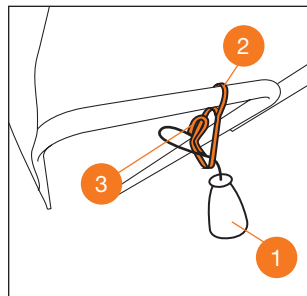

Рис. 15
Закрепите шнур ① удлинителя на креплениях газонокосилки ②, проденьте шнур в петлю зажима и зафиксируйте за крючок ③ (Рис. 15).